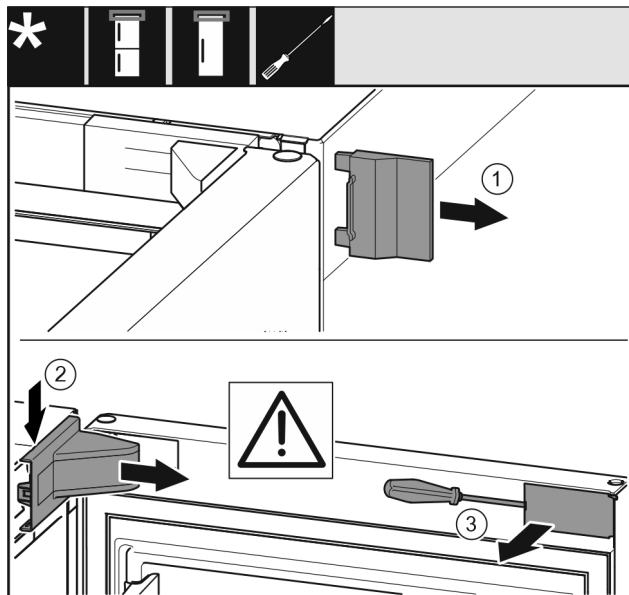

Fig. 12 *
- ▶ Sejměte vnější kryt Fig. 12 (1)*.
- ▶ Kryt stojanu ložiska Fig. 12 (2) uvolněte ze západek a vyjměte.*
- ▶ Plochým šroubovákem vyjměte záslepku Fig. 12 (3) a otočte ji ke straně.*